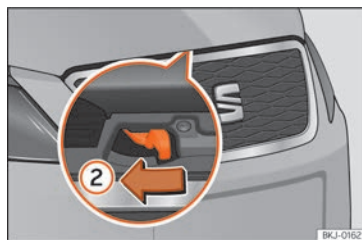

Fig. 12 Palanca bajo el capó.
Para levantar el capó haga presión hacia la izquierda en la palanca situada debajo del capó, en el centro » » fig. 12 ②. Los ganchos de sujeción quedan desbloqueados.